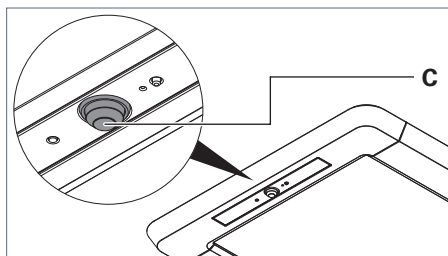
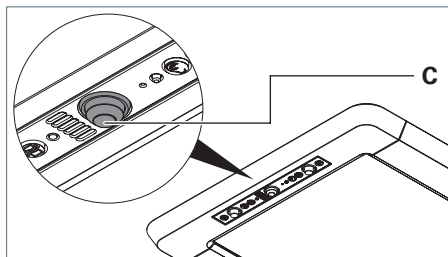

Fig. 37: PIR Sensor, Ausführung R.
Fig. 38: PIR Sensor, Ausführung RX.
- Stellen Sie den Kugelkopf **C** des PIR Sensors in die gewünschte Richtung, siehe Fig. 37 und siehe Fig. 38.